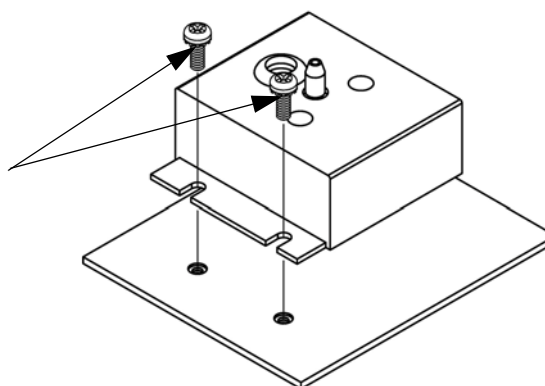

Abb. 7-11. Drucksensor tauschen
Um den Drucksensor zu tauschen, bitte wie folgt vorgehen (siehe Abbildung 7-11).
4. Danach die zwei Befestigungsschrauben der Baugruppe „Drucksensor“ lösen und die Baugruppe abnehmen (Abbildung 7-11).